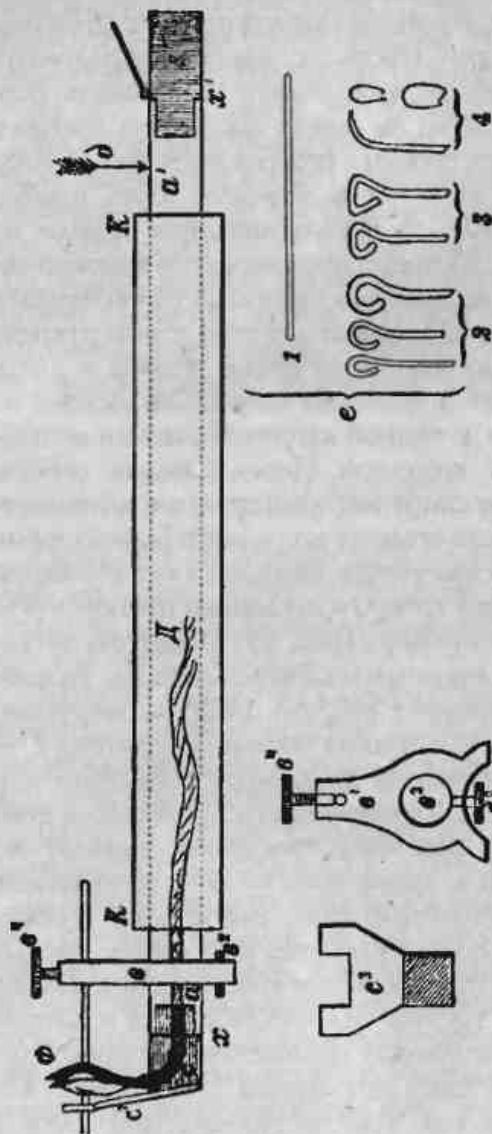

Рис. 82 — 85
1) латунной толстостенной трубки *aa*¹ (рис. 82) диаметром 1 см и 16,5 см длиной, в которую наливается спирт.
3) пробки *с* (обозначенной на рис. 82 штриховкой), сделанной из куса латуни и служащей для пропуска фитиля *Д*, состоящего из 6—8 слабо скрученных бумажных прядей; фитиль *Д* при помощи тонкой проволоки вводится через отверстие, находящееся вверху, в кривой
4) Затвор е (рис. 82) служит для того, чтобы препятствовать вытеканию спирта во время работы и когда прибор не работает и положен набок. Он состоит из ящичка, спаянного из тонкой латунной бляшки и снабженного откидной крышкой. Перед началом работы в ящичек е наливают спирт, который сразу же впитывается фитилем, после чего крышку закрывают. Если во время работы желают удостовериться, надолго ли хватит спирта, то открывают крышку затвора и наклоняют прибор набок.